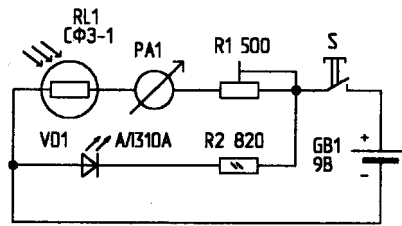
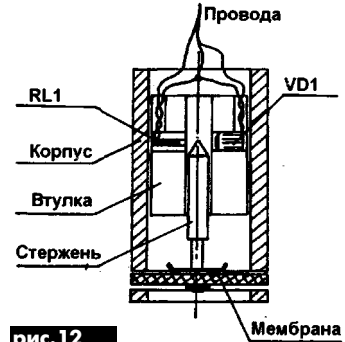

рис. 11
рис. 12
**Прибор для измерения глубины с берега** описан в статье **И.Семенова** ("РЛ", 11/99). Прибор (рис. 11) состоит из датчика, соединительных проводов и микроамперметра. Датчик (рис. 12) выполнен в круглом металлическом корпусе, с одной стороны которого закреплена мембрана, механически связанная с круглым стержнем с коническим концом диаметром 5 мм. Стержень свободно входит в осевое отверстие цилиндрической втулки из непрозрачной пластмассы. В боковой поверхности втулки перпендикулярно оси просверлено отверстие диаметром 4,85 мм, где закреплена оптопара, составленная из светодиода VD1 и фоторезистора RL1. При воздействии давления воды на мембрану (1 атм соответствует глубине 10 м) стержень, передвигаясь внутри втулки вверх, конической частью перекрывает световой поток от VD1, изменяя тем самым сопротивление в цепи микроамперметра. Шкала прибора оцифрована в единицах глубины. Пользоваться прибором весьма просто – закидываете датчик с берега в нужное место и глубина измерена. Мембрана датчика изготовлена из резины с тканевой прослойкой (кордом) толщиной 3...4 мм. Соединительные провода выполнены из МГТФ-0,35 с двумя кевларовыми нитями в пучке.